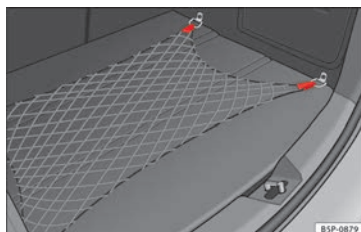

Fig. 111 Rete portaoggetti del bagagliaio.
- Utilizzare gli anelli di ancoraggio situate nelle parti laterali del vano bagagli per fissare la rete portaoggetti » **fig. 111**.